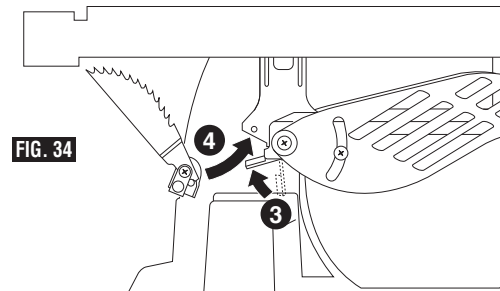

FIG. 34
3. Bloquee el ensamblaje del protector de barrera principal en esa posición de la misma manera en que lo sujetaría a la cuchilla separadora (Fig. 34).